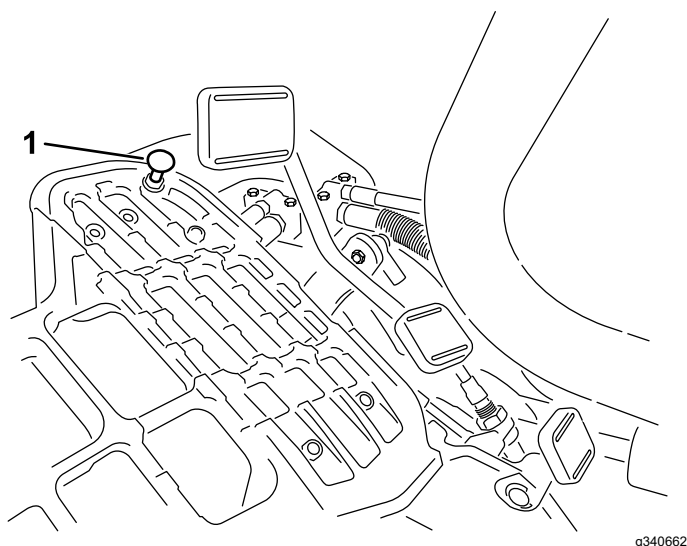

Figura 53
Para obtener la velocidad máxima de transporte, ponga la palanca de control funcional en la posición de TRANSPORTE y pise el pedal de tracción. Si el pedal toca el tope (Figura 53) antes de que se note tensión en el cable, ajústelo como se indica a continuación:
1. Ponga la palanca de control funcional en la posición de TRANSPORTE y afloje la contratuerca que fija el tope del pedal a la chapa del suelo (Figura 53).